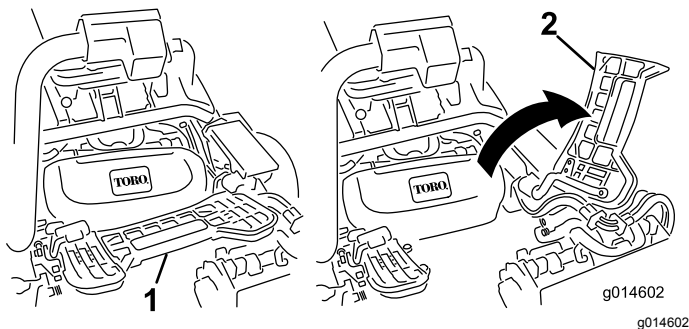

Рисунок 44
1. Поднимите и поверните вверх подножку, открывая доступ к центральному режущему блоку (**Рисунок 44**).